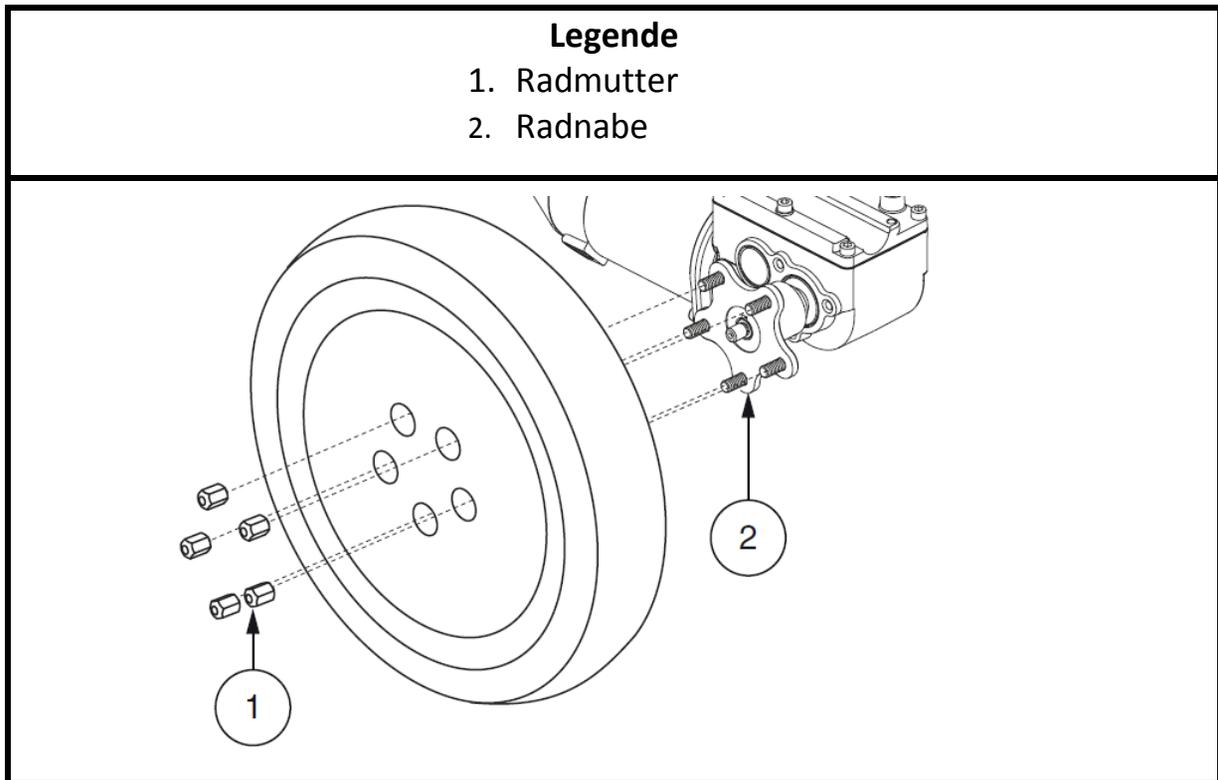

Bild 17. Q6 Edge 2.0 Antriebsrad
4. Entfernen Sie die fünf (5) Radmutter von der Radnabe. **Siehe Bild 17.**